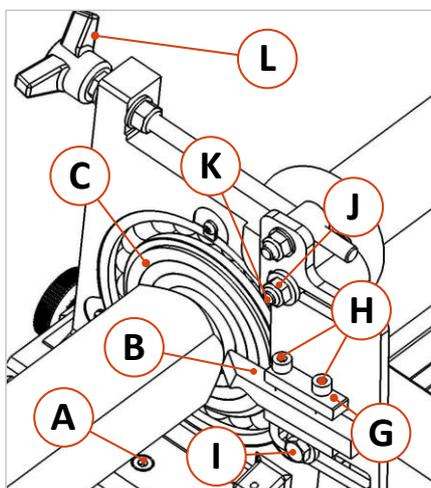

Abbildung 20: Mitlauf-Lünette „Vordrehseln“
Vordrehseln (⇒ Abbildung 20): Mit dem im Werkzeughalter (G) der Lünette eingespannten Messer (B) wird ein Zapfen vorgedrehselt, der das Werkstück mittels einem dem Zapfendurchmesser entsprechenden Ring (C) durch die Lünette hindurchführt.